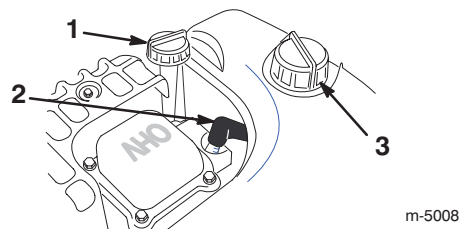

Figure 12
2. Nettoyez la surface autour de la jauge (Fig. 12).
3. Dévissez le bouchon et sortez la jauge (Fig. 12).
1. Nettoyez la surface autour du bouchon du réservoir de carburant (Fig. 12).